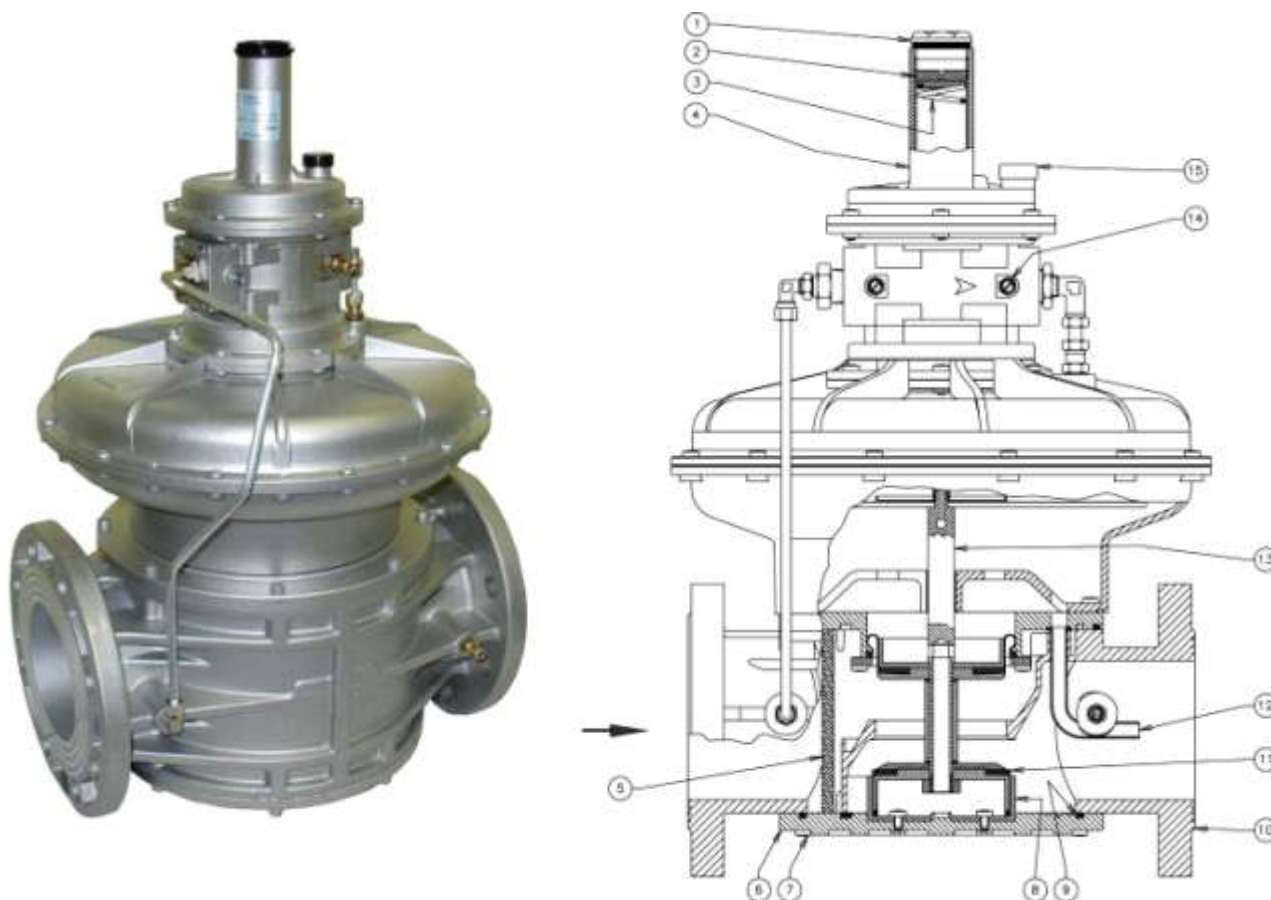

Рис. 4
Регулятор (рис. 4) состоит из: колпачок (1); регулировочный винт (2); пружина регулированияисходящего давления (3); раструб (4); фильтрующий элемент (5); нижняя панель (6); винты крепления нижней панели (7); седло (8);нижнее уплотнительное кольцо (9); корпус (10); уплотняющая прокладка (11); импульсная трубка (12); центральный штифт (13); штуцер для отбора давления (14); пылезащитный колпачок (15).